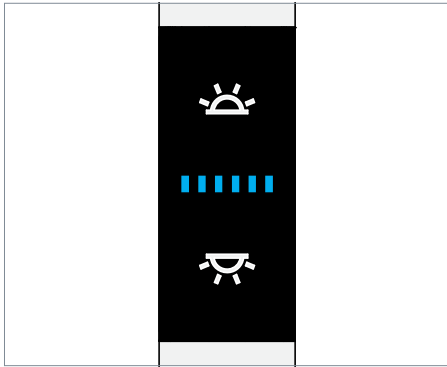

Fig. 13: Bedienelement.
- ▶ Drücken Sie die obere Taste, siehe Fig. 13.
- ▶ Drücken Sie die untere Taste, siehe Fig. 13.
- ▶ Drücken Sie die obere Taste und halten Sie diese Taste gedrückt, siehe Fig. 13. Nach ungefähr einer Sekunde verändert die Leuchte ihre Helligkeit.
- ▶ Drücken Sie die untere Taste und halten Sie diese Taste gedrückt, siehe Fig. 13. Nach ungefähr einer Sekunde verändert die Leuchte ihre Helligkeit.